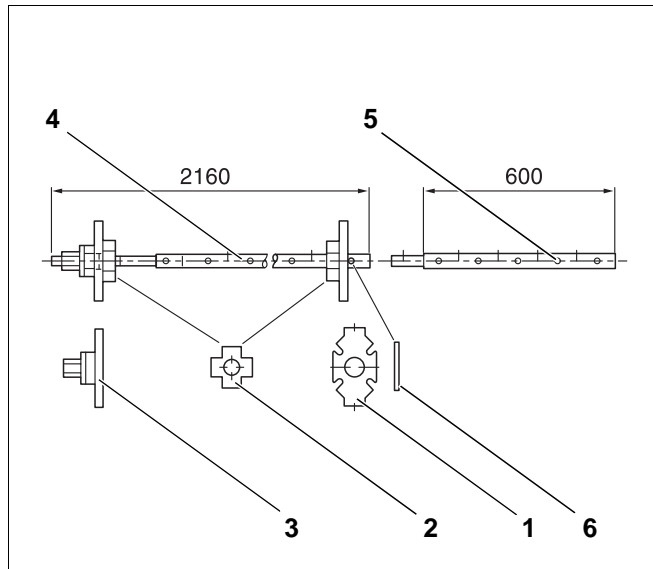
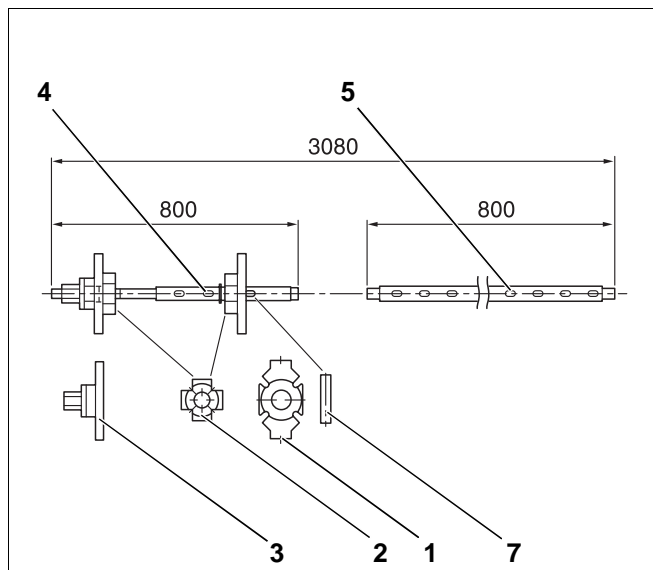
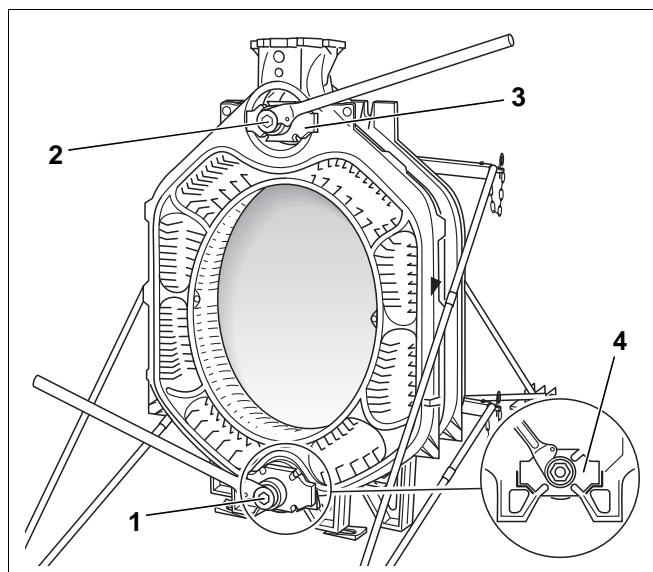

Рис. 1 Стяжной инструмент котла, размер 2.2
Рис. 2 Стяжной инструмент котла, размер 2.3
Рис. 14
- Стяжной инструмент 2.2 (рис. 1) или 2.3 (рис. 2)
- Экспликация к рис. 1 и рис. 2
Применить стяжной инструмент котла размером 2.2 или 2.3 (рис. 1), (рис. 2) и (рис. 14, поз. 1 и 2).
- Фланцы (рис. 14, поз. 3 и 4) с гайкой надеть на стягивающие штанги (рис.1 или рис.2, поз. 4).